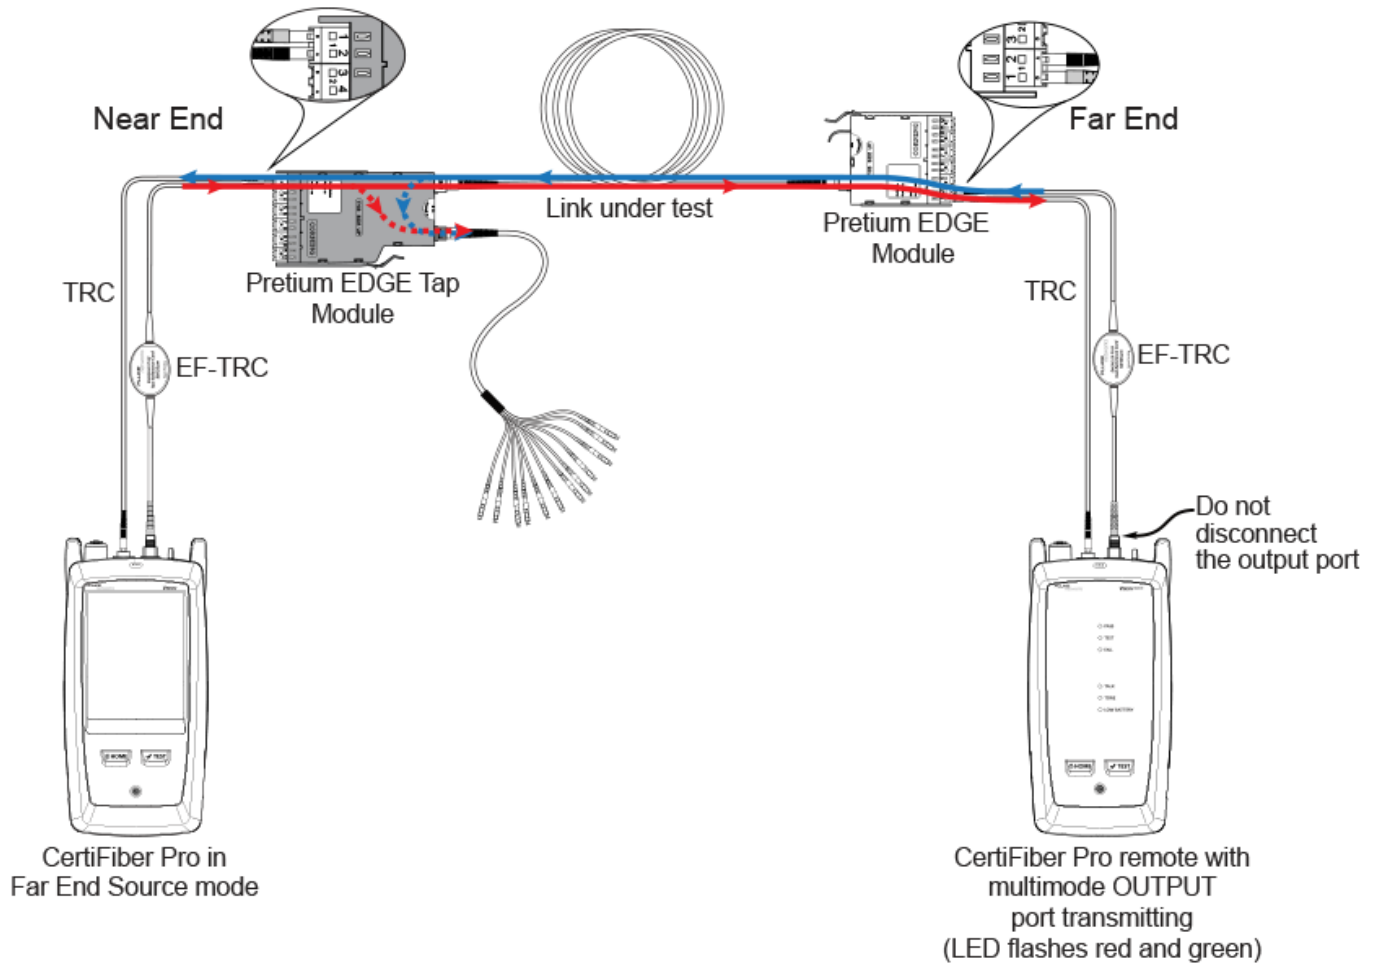

Figura 4. Conexões para testar os links de rede
1. Clean and inspect the LC connectors on the EDGE Tap and EDGE modules. 2. Conecte os TRCs às extremidades próxima e remota dos links, conforme mostrado na Figura 4. 3. Press B. 4. Se passar no teste, salve os resultados. Se falhar, limpe e inspecione as conexões novamente, ou solucione os problemas, se necessário, e teste novamente. 5. Se os links de rede forem de comprimentos diferentes, altere o valor para a Perda global a 850 (dB) em seu limite personalizado para o valor de orçamento de perda aplicável para o próximo link. Tela (CONFIGURAÇÃO DE TESTE > Editar > Limite de teste > MAIS > Personalizado > GERENCIAR > Editar.) 6. Repita as etapas de 2-5 para todos os links.